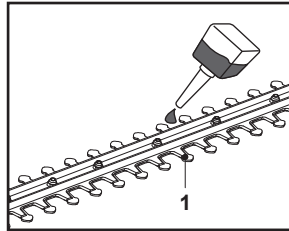

Fig. 9
9. Lubrifiază suprafețele interne ale lamei dacă dispozitivul de tăiere (lama) (1) se supraîncălzește în timpul utilizării (Fig. 9).
1. Păstrează dispozitivul de tăiere (lama) (1) curat și fără resturi. Îndepărtează resturile vegetale cu o perie.
2. Aplică o cantitate mică de lubrifiant adecvat pe dispozitivul de tăiere (lamă) pentru a menține o bună performanță de tăiere (Fig. 9).